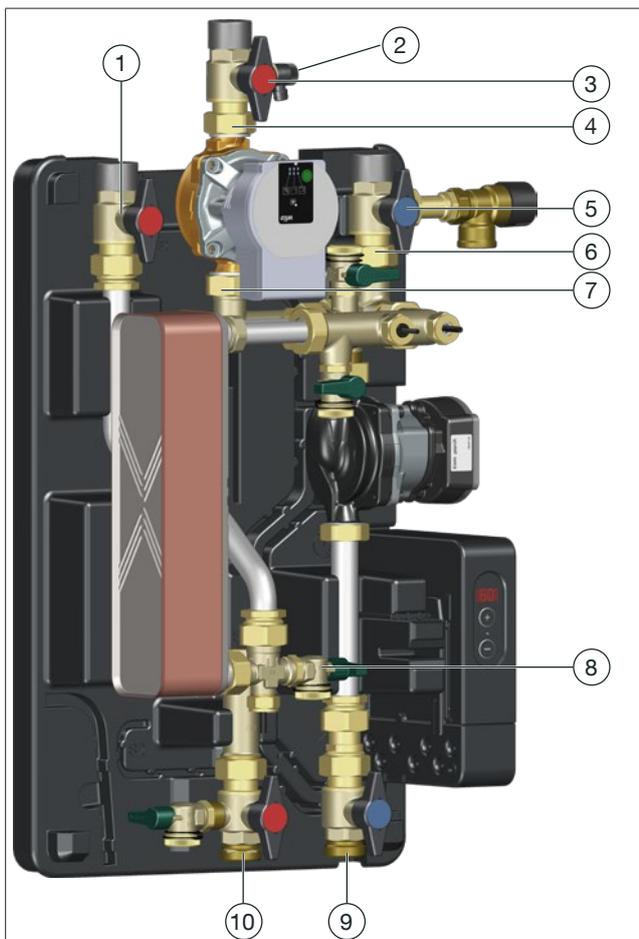

Fig. 3: Composants
2. Libérer les écrous d'accouplement aux raccordements du circulateur de bouclage (positions (4) et (7) sur la Fig. 3 en page 7).